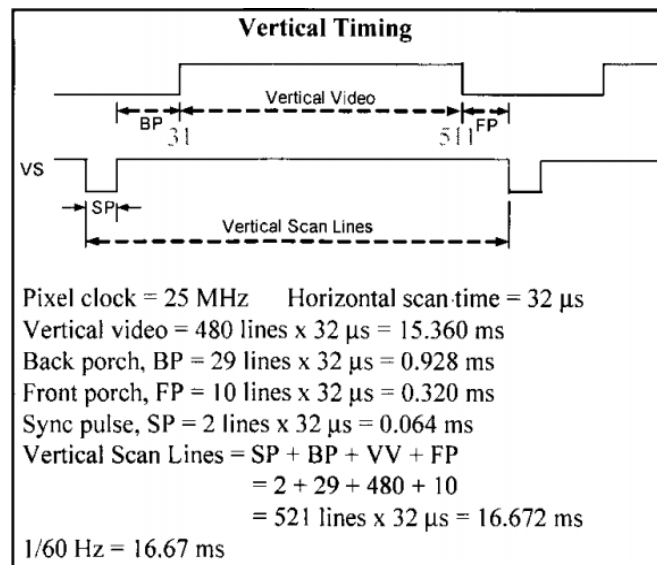

Figura 3: tiempos de sincronía vertical.
- **Señal de sincronía Vertical (Figura 3)**, se compone de 4 regiones:
- Pulso de sincronía (SP).
- **Back Porch** (BP).
- Video horizontal (VV).
- **Front Porch** (FP)